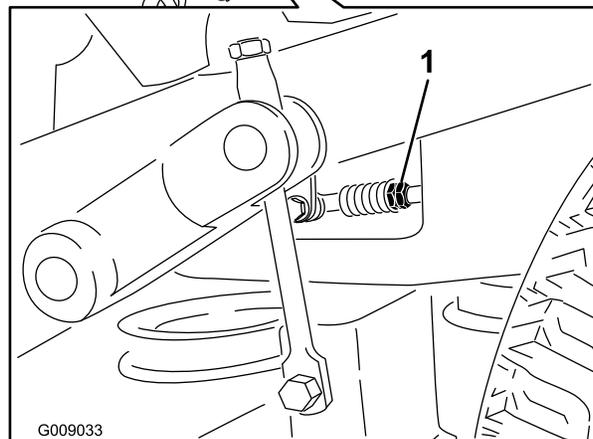

Figura 93
11. Ajuste la longitud de las varillas de control de las bombas girando las tuercas dobles de la varilla en el sentido apropiado, hasta que las ruedas se muevan ligeramente en marcha atrás (Figura 93).